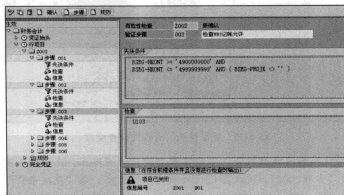

图 5-38 定义项目是否关闭的有效性检查
STEP 5 检查项目是否关闭。创建左树中“行项目”的“步骤 003”，可以在右栏中定义 WBS 记账允许的“有效性检查”，如图 5-38 所示。